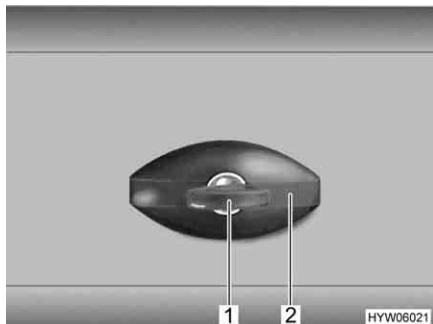

Bild 29 Lucklås, ellipsformat, låst
- Stick in nyckeln i låscylindern (Bild 29,1) och vrid ett kvarts varv moturs. Låshandtaget (Bild 29,2) frigörs.